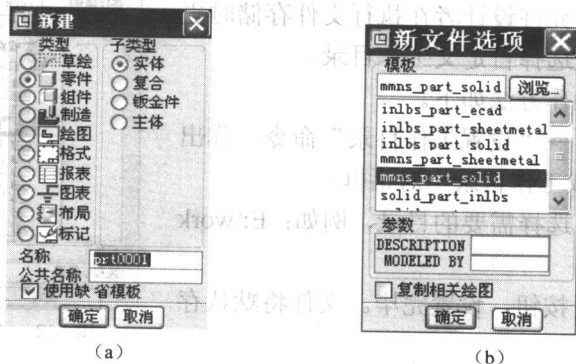

图 1.10 新建文件对话框
- (1) 选择“文件”→“新建”命令，或单击工具栏上的  按钮，打开如图 1.10 (a) 所示的“新建”对话框。
- (2) 指定文件“类型”以及“子类型”。例如，创建实体零件模型，则选择“零件”以及“实体”。
- (3) 输入新建文件的文件名称，例如，prt0001，公共名称是指该新建文件的公共描述，一般不用指定。
(4) 选择“使用缺省模板”，表示所创建零件的有关制图标准，例如：长度的单位、质量的单位、体积的单位等均采用系统默认的标准（英制），如不选择“使用缺省模板”，则表示可以在开始工作前自行选择合适的制图标准。例如，取消了“使用缺省模板”，单击“确定”按钮，系统则会转到制图标准的选择对话框，如图 1.10（b）所示。